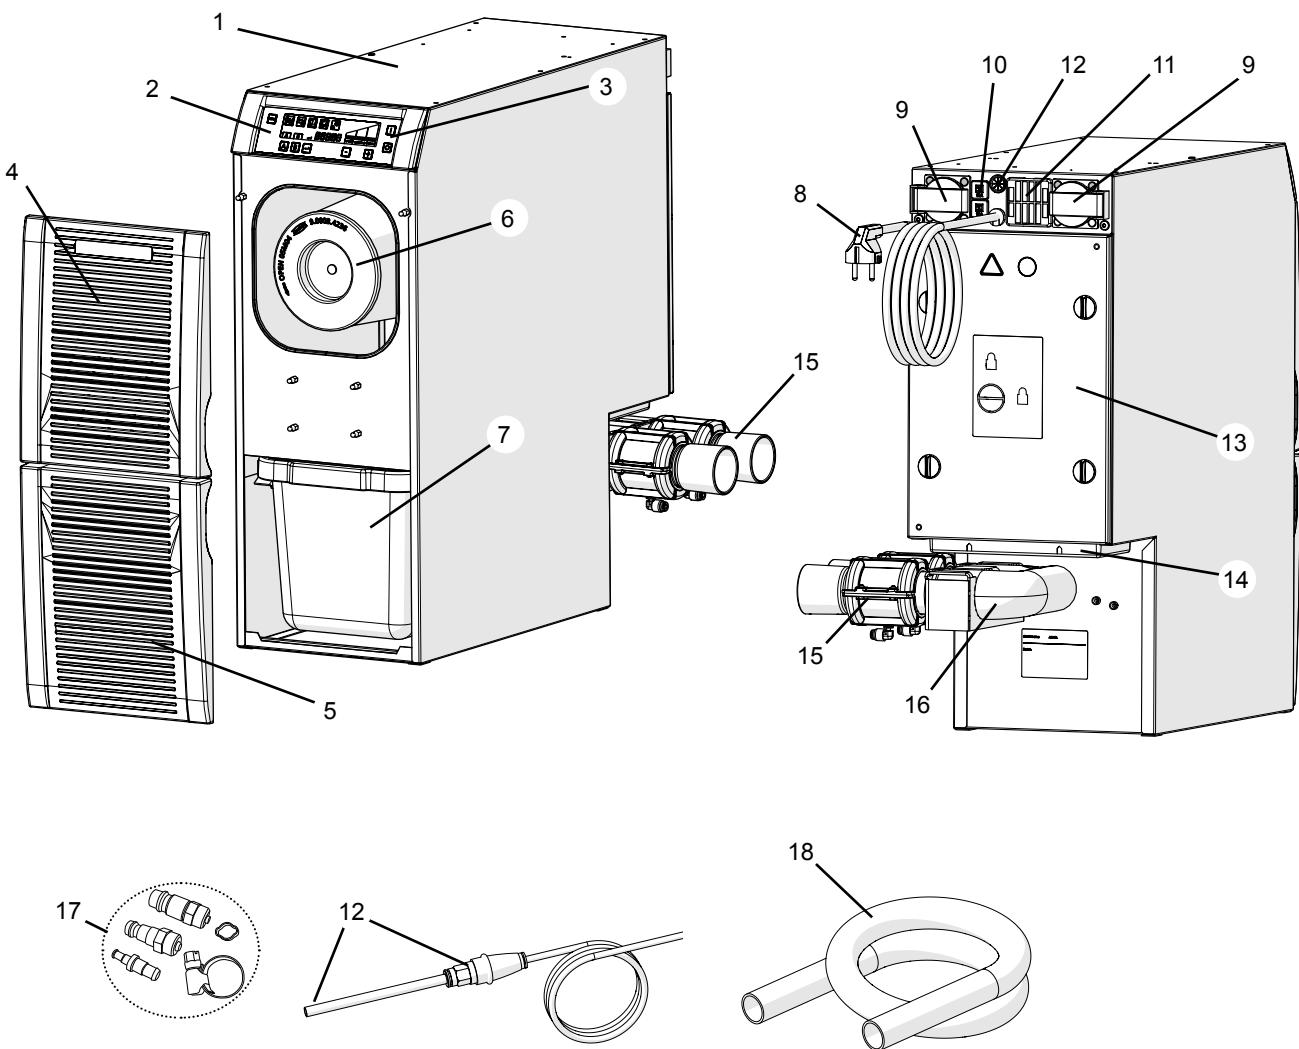

Fig. 1
- la salida de aire (14, Fig. 1) no cuente con ninguna obstrucción.
⇒ Desconectar el aparato a través del interruptor de conexión / desconexión (3, Fig. 1).
⇒ Elegir el acoplamiento correcto para la manguera procedente del juego adjunto de conexiones (17, Fig. 1) y fijar al extremo de la manguera.